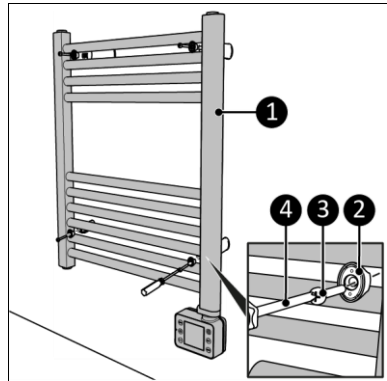

Abbildung 10
10. Platzieren Sie das Gerät (Abbildung 10, Pos. 1) über die Wandhalterung.
11. Schrauben Sie das Gerät mit vier großen Schrauben (Abbildung 10, Pos. 3) mit einem Phillips Kreuzschlitzschraubendreher (Abbildung 10, Pos. 4) an der Wandhalterung (Abbildung 10, Pos. 2) fest.